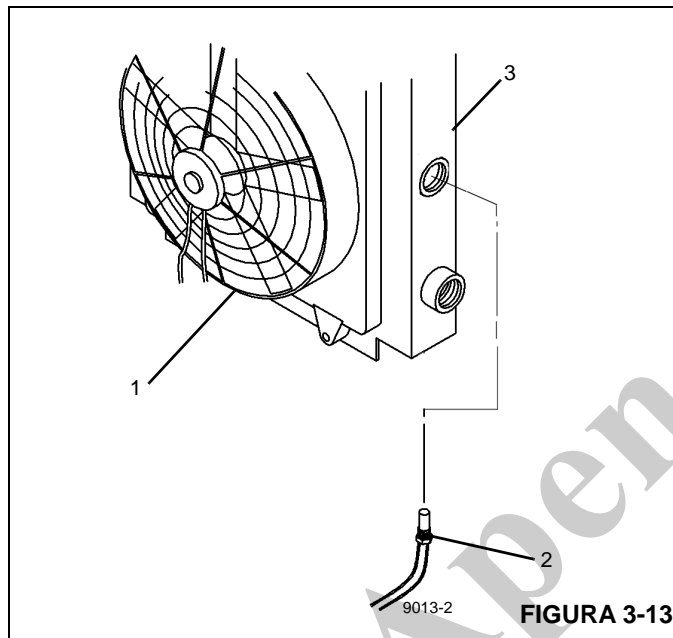

FIGURA 3-13
O resfriador de óleo hidráulico (3, Figura 3-13) é montado no apoio da lança. Um ventilador elétrico na carcaça do resfriador circula o ar pelo núcleo de resfriamento quando o óleo hidráulico atinge 49°C (120°F).
O sistema elétrico do resfriador é composto pelo ventilador elétrico (1, Figura 3-13), sensor de temperatura (2) e relé do ventilador.